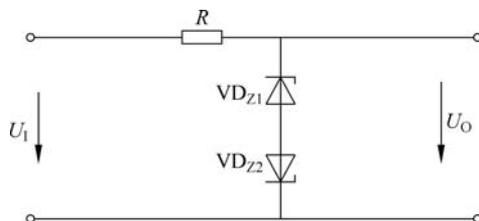

图1-11 例1-1图
① 稳压电压 $U_Z$ : 稳压管的反向击穿电压。不同类型的稳压管其稳压值不一样。由于制造工艺的原因,同一型号的稳压管的稳压值也不易固定在同一数值上,而是有一个范围。例如2CW52型稳压管, $U_Z$ 的允许值范围为3.2~4.5V。其中有的可能是3.5V,有的可能是4.2V。
② 最大稳定电流 $I_{ZM}$ : 允许通过的最大反向电流。
③ 最大耗散功率 $P_{ZM}$ : 稳压管所允许的最大功耗,其值为 $P_{ZM} = I_{ZM}U_Z$ 。若超过此值,管子将过热而损坏。
**【例1-1】**如图1-11所示,已知稳压二极管 $U_Z = 5.5\text{V}$ ,当 $U_1 = \pm 15\text{V}$ , $R = 1\text{k}\Omega$ 时,求 $U_O$ 。已知稳压二极管的正向导通压降 $U_F = 0.7\text{V}$ 。